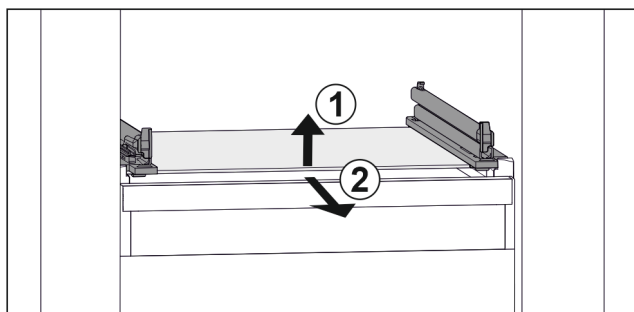

Fig. 94 Exemple de représentation de la tablette en verre
- Soulever la tablette en verre par l'avant. Fig. 94 (1)
- Retirer la tablette en verre par l'avant. Fig. 94 (2)